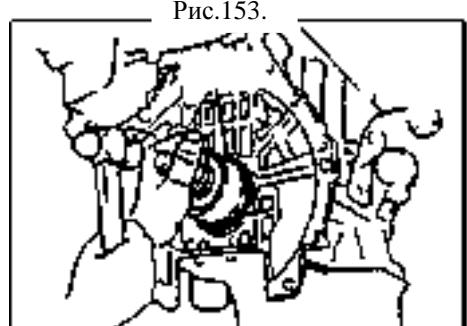

Рис.153.
- Аккуратно забейте новый сальник при помощи специального инструмента и молотка до совпадения кромки с краем отверстия (рис.153).